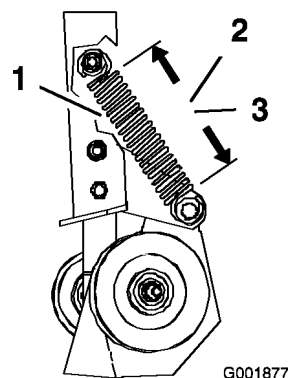
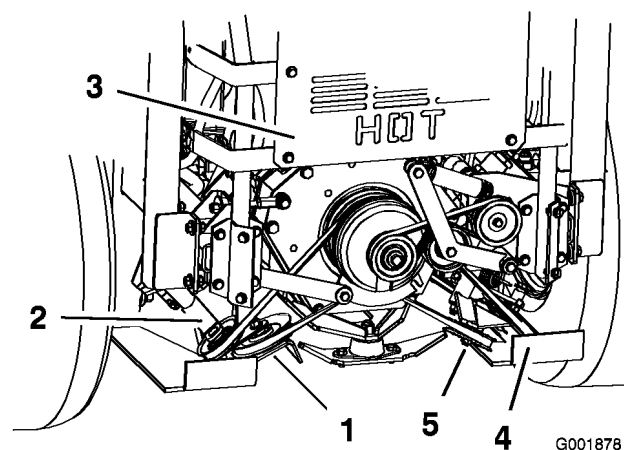

Figure 58
Figure 59
3. Mesurez la longueur du ressort. Vérifiez que les dimensions des spires du ressort sur la poulie de tension rappelée par ressort correspondent bien aux valeurs données ci-dessous (Figure 58 et Figure 59).
- Mesure du ressort gauche : $14,6 \pm 0,3$ cm (Figure 58).
- Mesure du ressort droit : $14,0 \pm 0,3$ cm (Figure 58).
4. Si le ressort n'est pas aux bonnes dimensions, desserrez l'écrou de fixation de la poulie de tension réglable pour pouvoir la déplacer dans la fente (Figure 59).
5. Relâchez la pression sur la poulie de tension rappelée par ressort (Figure 59).
6. Abaissez la poulie réglable dans la fente puis serrez l'écrou (Figure 59).
7. Vérifiez que les dimensions des spires du ressort sur la poulie de tension rappelée par ressort sont correctes (Figure 58).